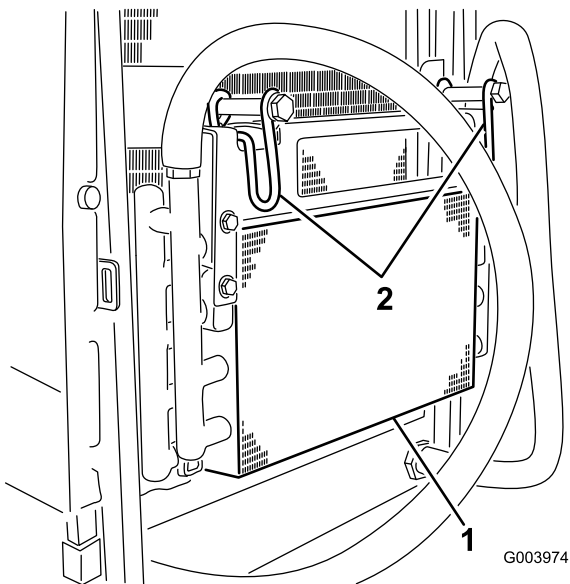

Bild 60
5. Drehen Sie die Riegel nach innen, um den Ölkühler zu lösen (**Bild 60**).